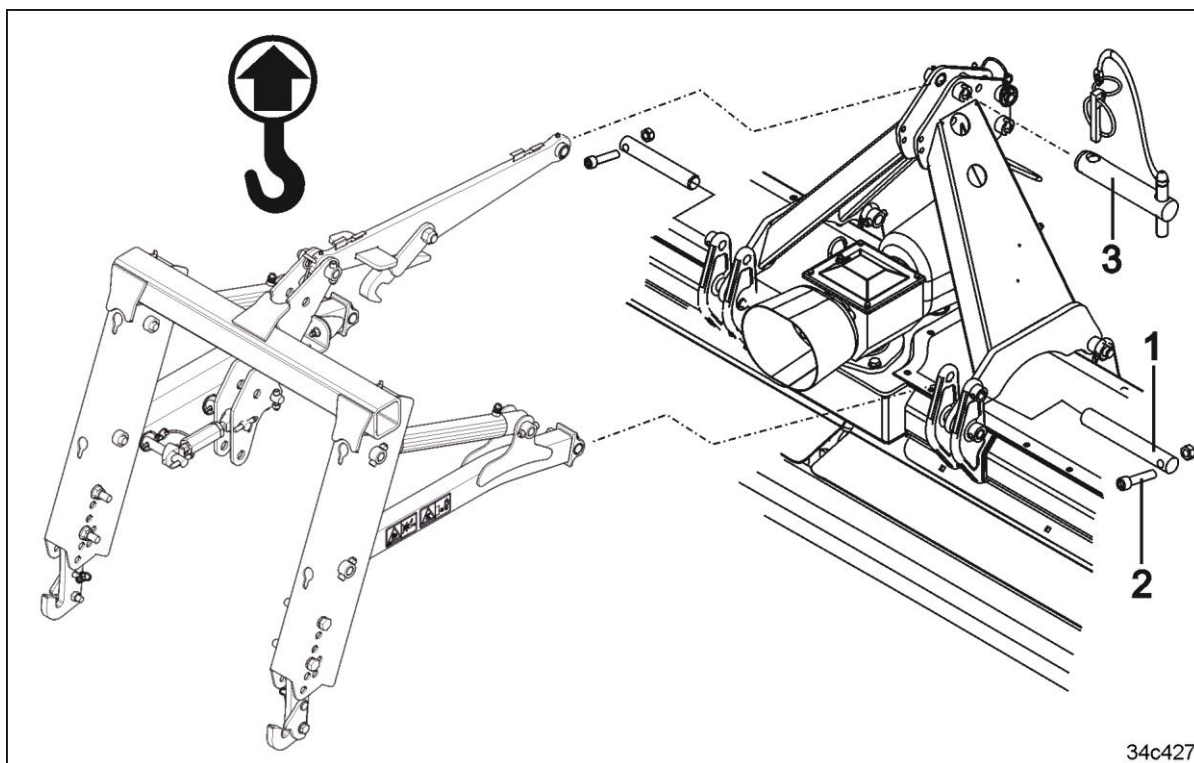

Fig. 81
5. Fixer le châssis de levage au niveau des points d'articulation inférieurs. Bloquer l'axe (Fig. 81/1) en utilisant une vis (Fig. 81/2) avec écrou.
6. Fixer le bras supérieur en utilisant un axe (Fig. 81/3) et bloquer avec une goupille d'arrêt.